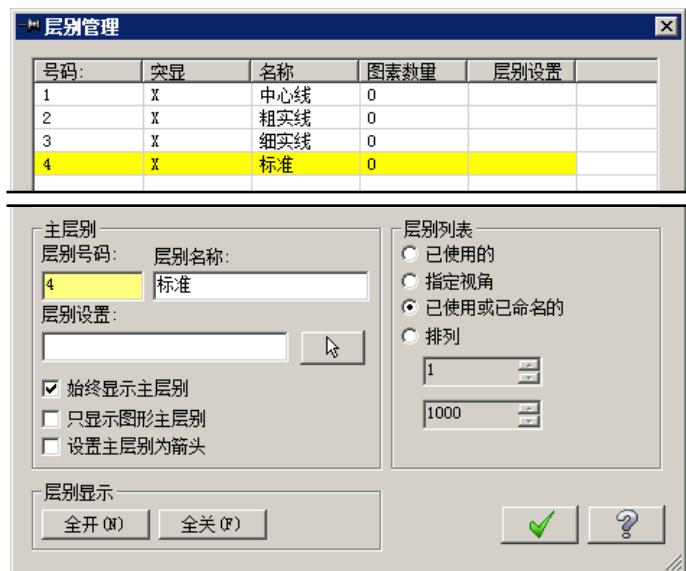

图 3.15.2 创建的图层
- (1) 在状态栏中单击 **层别** 按钮，系统弹出“层别管理”对话框。
- (2) 将层别 1 命名为中心线层。在“层别管理”对话框 **主层别** 区域的 **名称:** 文本框中输入“中心线”字样。
- (3) 创建粗实线层。在 **主层别** 区域的 **层别号码:** 文本框中输入值 2，在 **名称:** 文本框中输入“粗实线”字样。
- (4) 创建细实线层。在 **主层别** 区域的 **层别号码:** 文本框中输入值 3，在 **名称:** 文本框中输入“细实线”字样。
(5) 创建标注层。在 主层别 区域的 层别号码: 文本框中输入值 4, 在 名称: 文本框中输入“标注”字样。
(6) 单击 按钮, 完成图 3.15.2 所示的图层的创建。